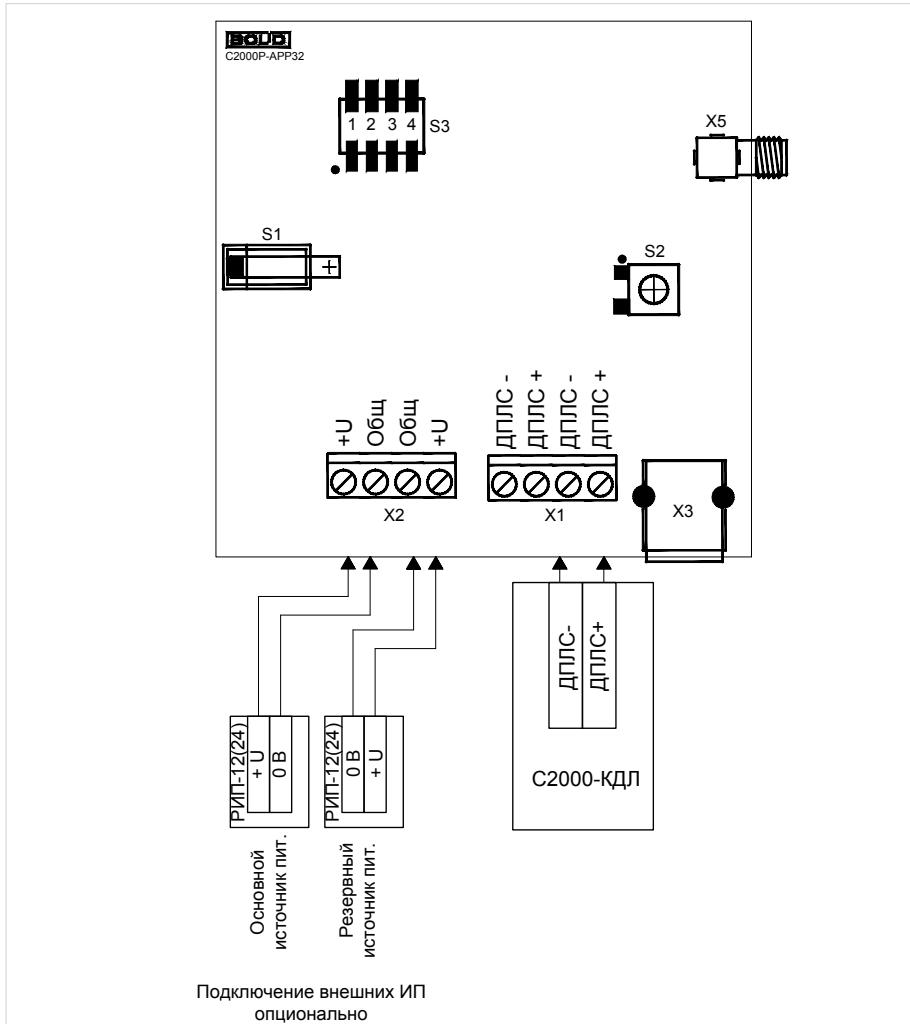

Рисунок 9.
2. Схема внешних соединений приведена на рис. 9.